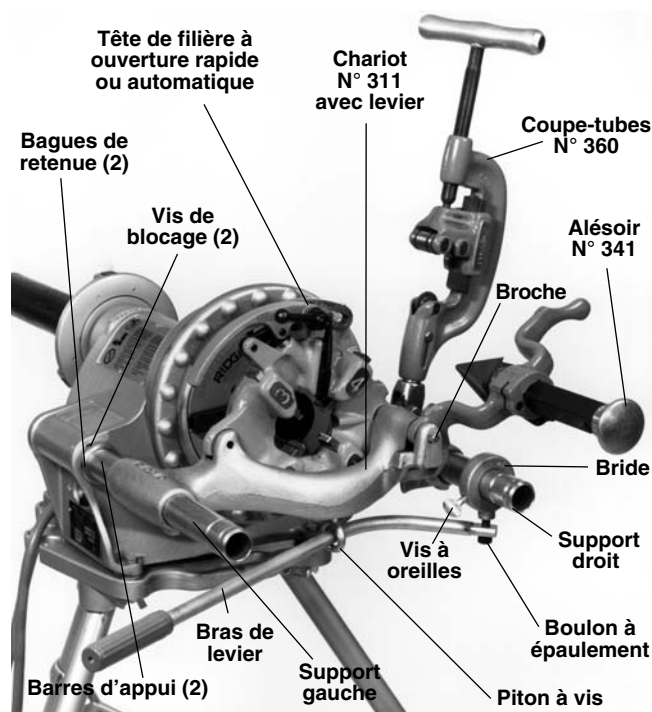

Figure 4 – Système d'entraînement N° 300 avec chariot N° 311A, coupe-tubes N° 360, alésoir N° 341 et tête de filière
1. Examinez les barres d'appui pour vous assurer qu'elles sont en position avancée et retenues par deux (2) bagues de retenues. Les vis de blocage des bagues de retenue doivent être serrées (Figure 4).
2. Vissez le piton sur le chariot N° 311A. Passez le bras de levier par l'oeil du piton et fixez-le sur la bride à l'aide du boulon à épaulement (Figure 4).
4. Montez le coupe-tubes N° 360 et l'alésoir N° 341 en introduisant la barre dans l'encoche prévue dans le chariot, puis en le fixant à l'aide de la broche d'entraînement (Figure 4).